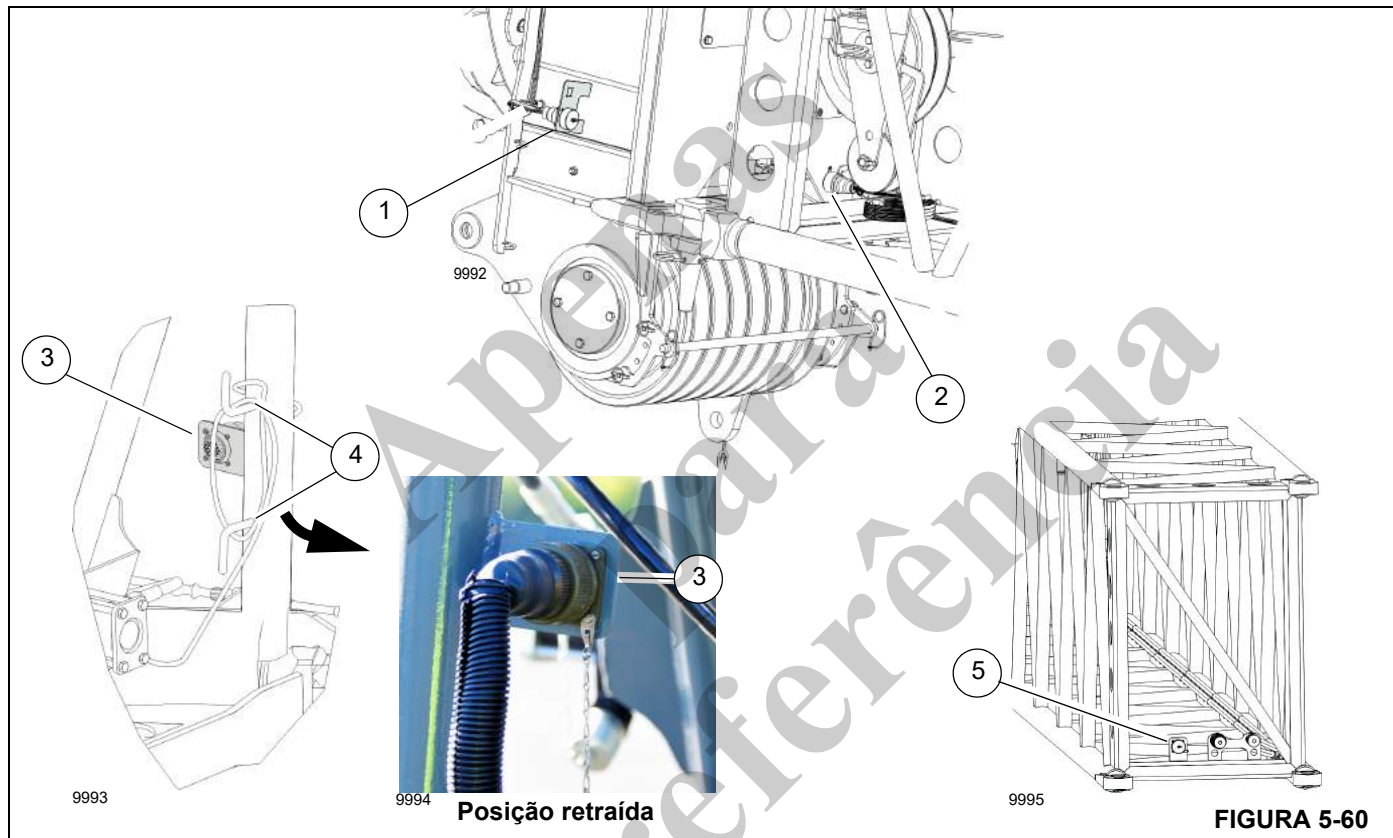

FIGURA 5-60
A Figura 5-60 mostra o conector elétrico da extensão da lança (1) na lança principal. Use os seguintes procedimentos para desconectar e conectar as conexões elétricas da extensão da lança ou do inserto da treliça à lança principal.
1. Desconecte o conector da extensão da lança do receptáculo do suporte de retração (3, Figura 5-60).
2. Desenrole o excesso de comprimento do cabo dos ganchos de retração (4) se necessário.
3. Conecte o conector elétrico (2) da extensão da lança ou do inserto da treliça ao conector elétrico na lança principal (1).
Use o seguinte procedimento para desconectar o conector elétrico da extensão da lança ou do inserto da treliça (2, Figura 5-60) do conector elétrico na lança principal. Certifique-se de retrainr o conector elétrico da extensão da lança ou do inserto da treliça no suporte de retração (3) para evitar danos causados pela água no conector (2).
1. Desconecte o conector elétrico (2) da extensão da lança ou do inserto da treliça do conector elétrico na lança principal (1).
2. Conecte o conector da extensão da lança ao receptáculo no suporte de retração (3).
3. Enrole o excesso de comprimento do cabo nos ganchos de retração (4).
4. Instale a tampa de proteção no conector elétrico da lança principal (1).
2. Remova o conector da extensão da lança do receptáculo do suporte de retração (3, Figura 5-60). Instale a tampa de proteção no receptáculo para evitar danos causados pela água. Desenrole o cabo dos ganchos (4) se necessário.
3. Remova a tampa de proteção da tomada elétrica do inserto da treliça (5).
4. Conecte o conector elétrico da extensão da lança (3) à tomada elétrica (5) no inserto da treliça. Guie o cabo para que não interfira no funcionamento do guindaste. Armazene o excesso de cabo nos ganchos (4) na extensão da lança se necessário.
1. Desconecte o conector elétrico da extensão da lança (2, Figura 5-60) da tomada do inserto da treliça (5).
2. Instale a tampa de proteção na tomada do inserto da treliça (5) para evitar danos causados pela água.
3. Remova a tampa de proteção do suporte de retração (3) na extensão da lança.
4. Conecte o conector elétrico da extensão da lança (2) ao suporte de retração (3).
5. Enrole o excesso de cabo nos ganchos (4) se necessário.